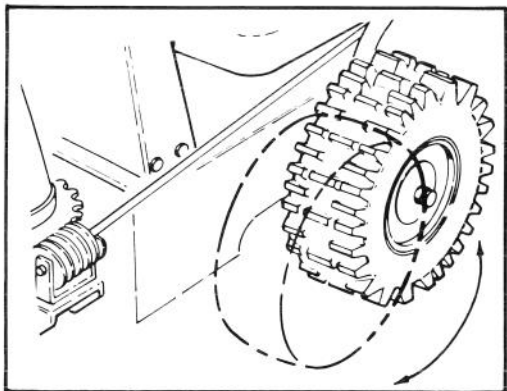

Abbildung 12
4. Langsam 0,62 Liter SAE 5W30 oder SAE 10 Öl in die Einfüllöffnung gießen (Abb. 12). Für den Motor ist ausschließlich hochwertiges HD-Öl der API-Klasse SC, SD, oder SE zu benutzen.